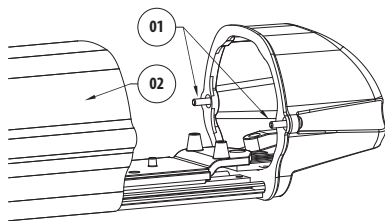
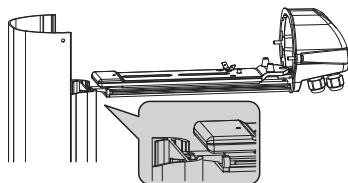

Рис. 01
Рис. 02
Для открытия кожуха (Рис. 01) открутить 2 винта (01), расположенных посередине задней стенки, снять корпус (02), подвесить его (Рис. 02) на специальную опору и оставить в рабочем положении внутренний и внешний полозья. Только перед тем как закрыть кожух, положить внутрь пакетик с силикагелем, вынув его из защитного нейлонового пакета.
Закрепить печатную плату винтами из комплекта поставки на штифтах полоза, вблизи задней стенки (Рис. 01, 03). Выполните подключения контура к источнику питания 24 В пер. т. Данный контур имеет возможность контролировать РТС благодаря установленному термостату.